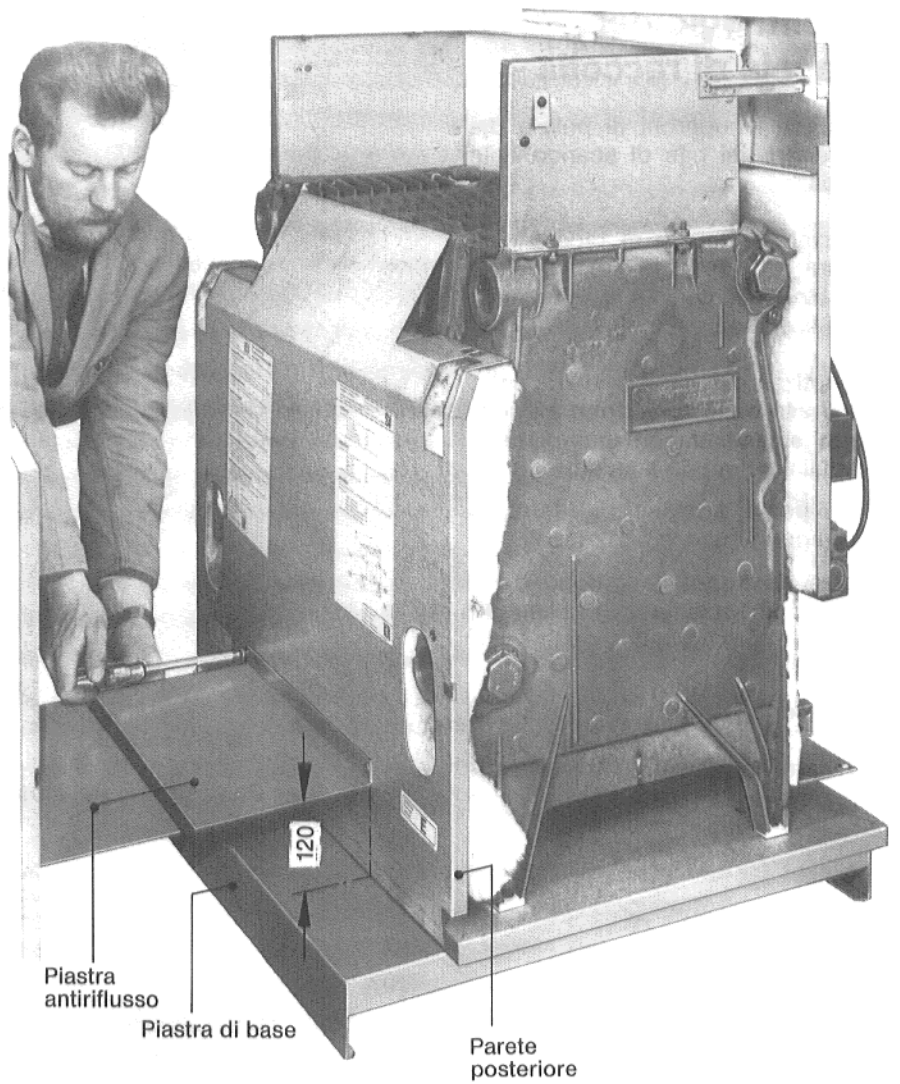

Fig. 7 - Montaggio delle piastre antiriflusso
- Avvitare fissamente la piastra antiriflusso (contenuta nell'imballaggio del canale di raccolta) alla parete posteriore della caldaia, ca. 120 mm al disopra della piastra di base (Fig. 7).